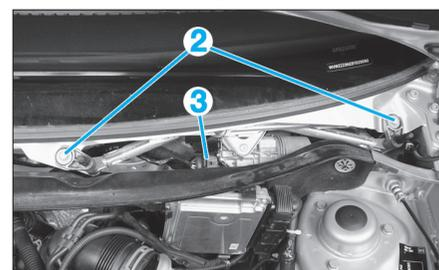

Fig. 25
- Déposer les 2 vis (2) (Fig.25).
- Débrancher le connecteur (3), puis extraire le mécanisme d'essuie-vitre.